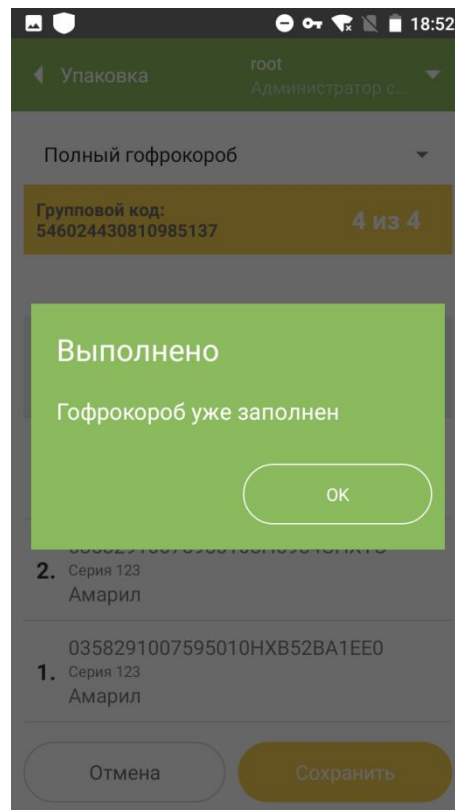

Рисунок 2.7
- 2.1.5. После того как короб будет заполнен, появится соответствующее системное сообщение (Рисунок 2.7). Нажать кнопку «ОК».
- 2.2.5. Если короб окажется заполненным, появится соответствующее системное сообщение (аналогично Рисунок 2.7). Нажать кнопку «ОК».